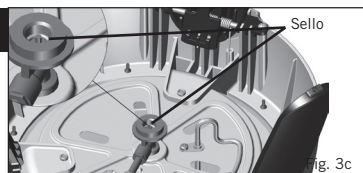

Fig. 3c
- Si se forman burbujas, entonces hay una fuga de gas. Quite inmediatamente el cartucho de gas del aparato. Verifique que estén bien colocadas todas las conexiones. Verifique que el sello está bien colocado y en buenas condiciones antes de conectar un cartucho de gas (Fig. 3c). Vuelva a verificar con agua y jabón después de reemplazar el cartucho.